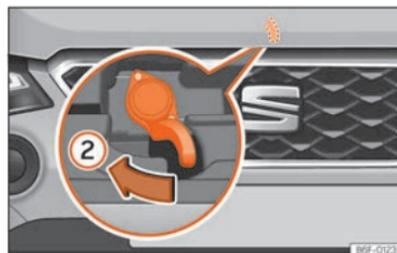

Fig. 179 Palanca bajo el capó.
- Para levantar el capó haga presión hacia la izquierda con la palma de la mano hacia abajo en la palanca situada debajo del capó, en el centro »» **fig. 179** . Los ganchos de sujeción quedan desbloqueados.